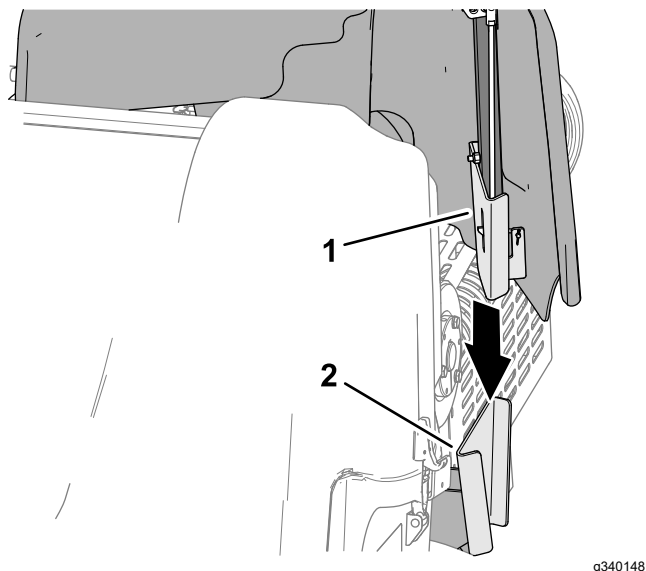

Figura 133
1. Alinhe o suporte de montagem da cobertura da correia com o suporte de apoio da cobertura da estrutura da máquina (Figura 133).